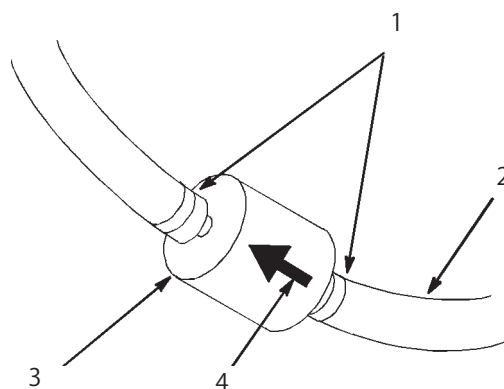

図44
5. 古いフィルタのクランプ (図44) をゆるめて脇に寄せる。